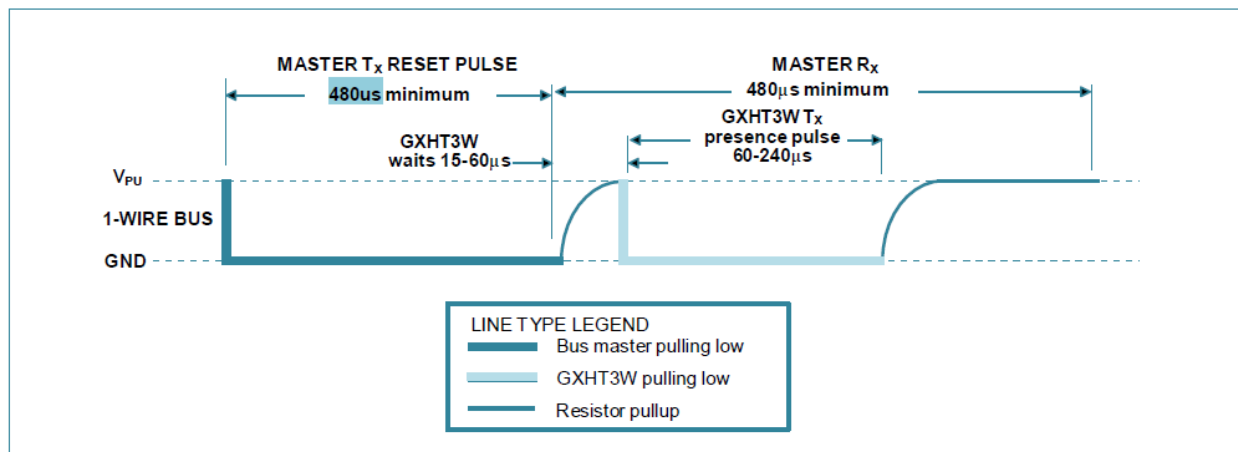

图 18 初始化时序
所有和 GXHT3W 间的通信都以初始化序列开始，初始化序列如图 18 所示。一个复位脉冲跟着一个存在脉冲表明 GXHT3W 已经准备好发送和接收数据。在初始化序列期间，总线控制器拉低总线并保持 480us 以发出 (TX) 一个复位脉冲信号，然后释放总线，进入接收状态 (RX)。当总线被释放后，5kΩ 的上拉电阻将总线拉到高电平。当 GXHT3W 检测到 IO 引脚上的上升沿后，等待 15-60us，然后发出一个由 60-240us 低电平信号构成的存在脉冲。